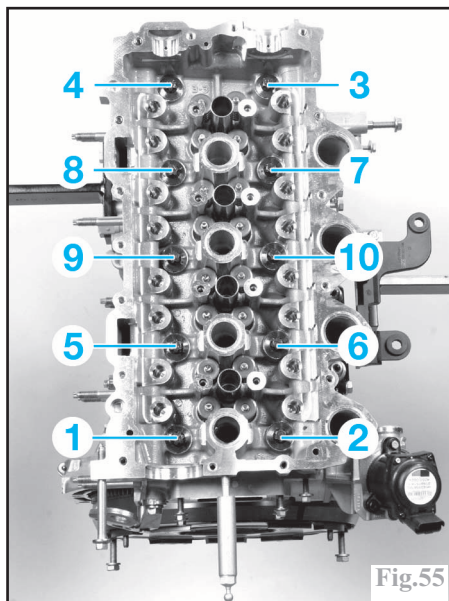

Fig.55
-les vis de culasse dans l'ordre indiqué (Fig.55).